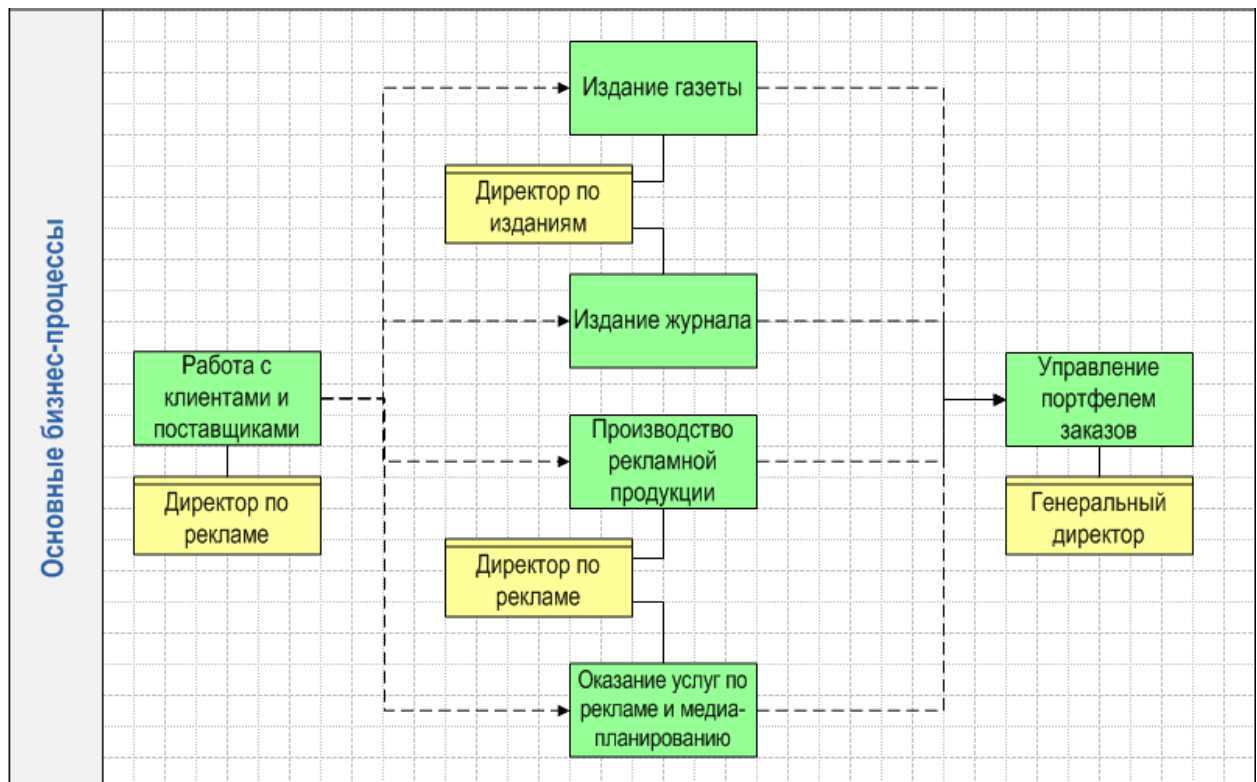

Рис. 69. Основные бизнес-процессы
9. Согласно рис. 69 в группе *Основные бизнес-процессы* нарисуйте фигуры типа *Процесс* и *Должность*, между ними установите связь *Роль в процессе*, а между однотипными элементами *Процесс* – *Связь предшествования* (пунктирные линии).